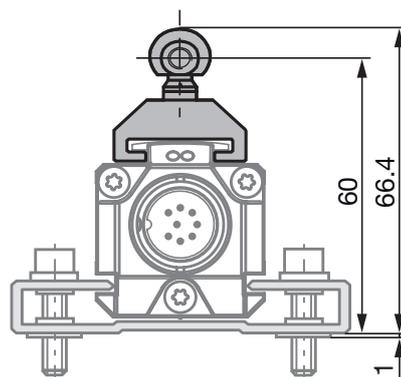
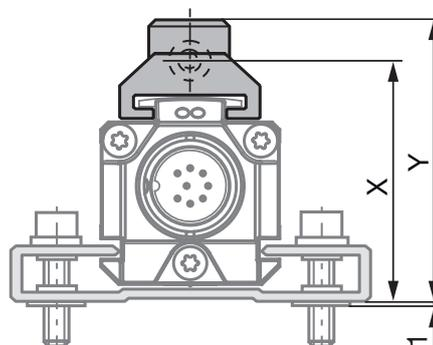
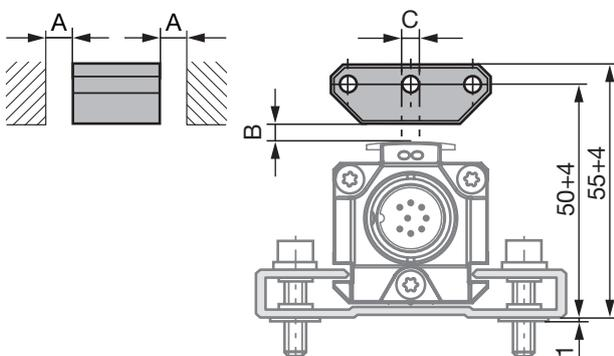
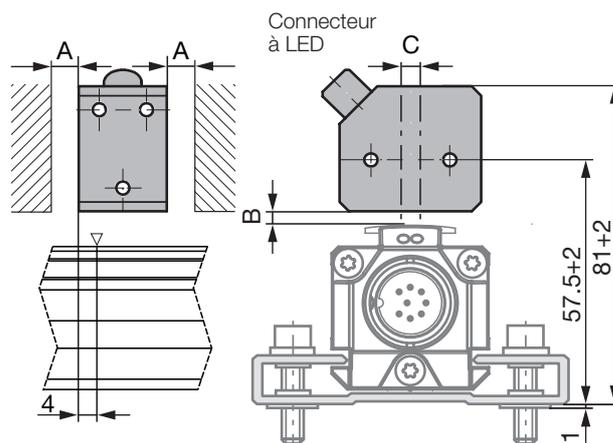

Fig. 4-1 : Dimensions et distances pour le capteur de position BTL5-F-2814-1S
Fig. 4-3 : Dimensions et distances pour le capteur de position BTL5-M/N-2814-1S
Fig. 4-4 : Dimensions et distances pour le capteur de position BTL5-P-3800-2
Fig. 4-8 : Dimensions et distances pour le capteur de position BTL5-P-4500-1 avec génération d'un champ électromagnétique (24 V/100 mA)
i Le BTL à construction profilée convient aussi bien aux capteurs de position libres, c'est-à-dire fonctionnant sans contact (voir Fig. 4-4 à Fig. 4-8) qu'aux capteurs de position guidés (voir Fig. 4-1 et Fig. 4-3).
- La distance A entre le capteur de position et les éléments en matériau magnétisable doit être au minimum de 10 mm (voir Fig. 4-4 à Fig. 4-8).
- Pour la distance B entre le capteur de position et le BTL et pour le déport de l'axe C (voir Fig. 4-4 à Fig. 4-8), les valeurs suivantes doivent être respectées :
La plage de mesure est décalée de 4 mm en direction du connecteur du BTL (voir Fig. 4-8).